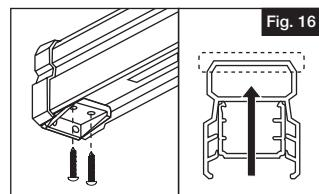

Fig. 16
- En se servant des trous dans le support comme guide, percer deux trous de 1/8 po (3,2 mm) sous la main courante. Enfoncer deux vis de 1-5/8 po (41,3 mm) dans les trous afin d'attacher le support, la section de rampe et la main courante (Fig. 16). S'assurer que les trous ne passent pas à travers la surface de la main courante.